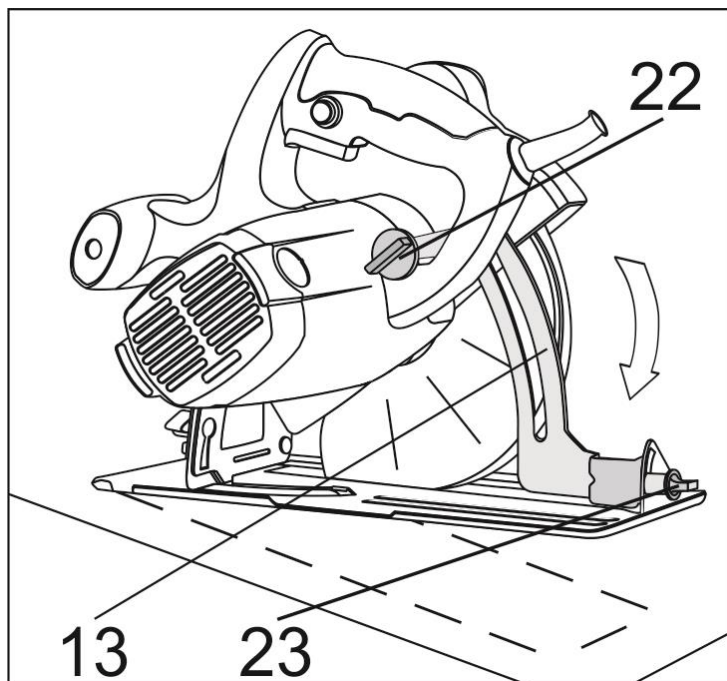

Рис.5
- Ослабьте фиксатор угла наклона (5) и дополнительный фиксатор (23) (рис.5), расположенный возле шкалы глубины пропила (рис.5);
- Установите необходимый Вам угол наклона, согласно шкалы (4);
- Затяните фиксаторы (5) и (23)